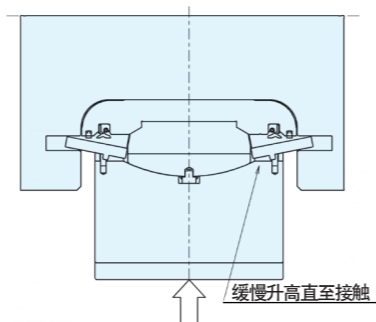

图13 推升轴承箱(下)
(4)用千斤顶缓缓顶起轴承箱(下), 接触到迷宫环后暂停上升千斤顶。(参考图13)